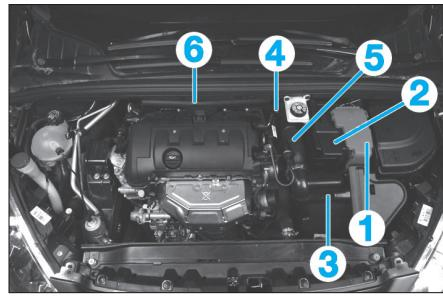

Fig. 65
- le boîtier de raccordement batterie (1) (Fig.65),
- le cache de batterie (2),